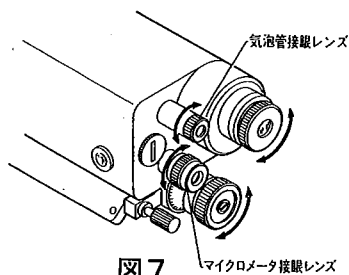

図7
- 望遠鏡接眼レンズ①をのぞきながら十字線が明瞭に見えるように接眼レンズを回し自分の目に合わせます。(図7)
- 気泡管接眼レンズ③及びマイクロメータ接眼レンズ④ものぞきながら回し、それぞれの像が明瞭に見えるように合わせます。
- 照準器によって視準方向を視準し、合焦つまみ⑫を回転させて標尺にピントを合わせます。次に固定ねじ④を締めて微動ねじ⑤で正確に標尺を視準します。
4. 図7に示す気泡管接眼レンズ⑩から気泡を観測します。